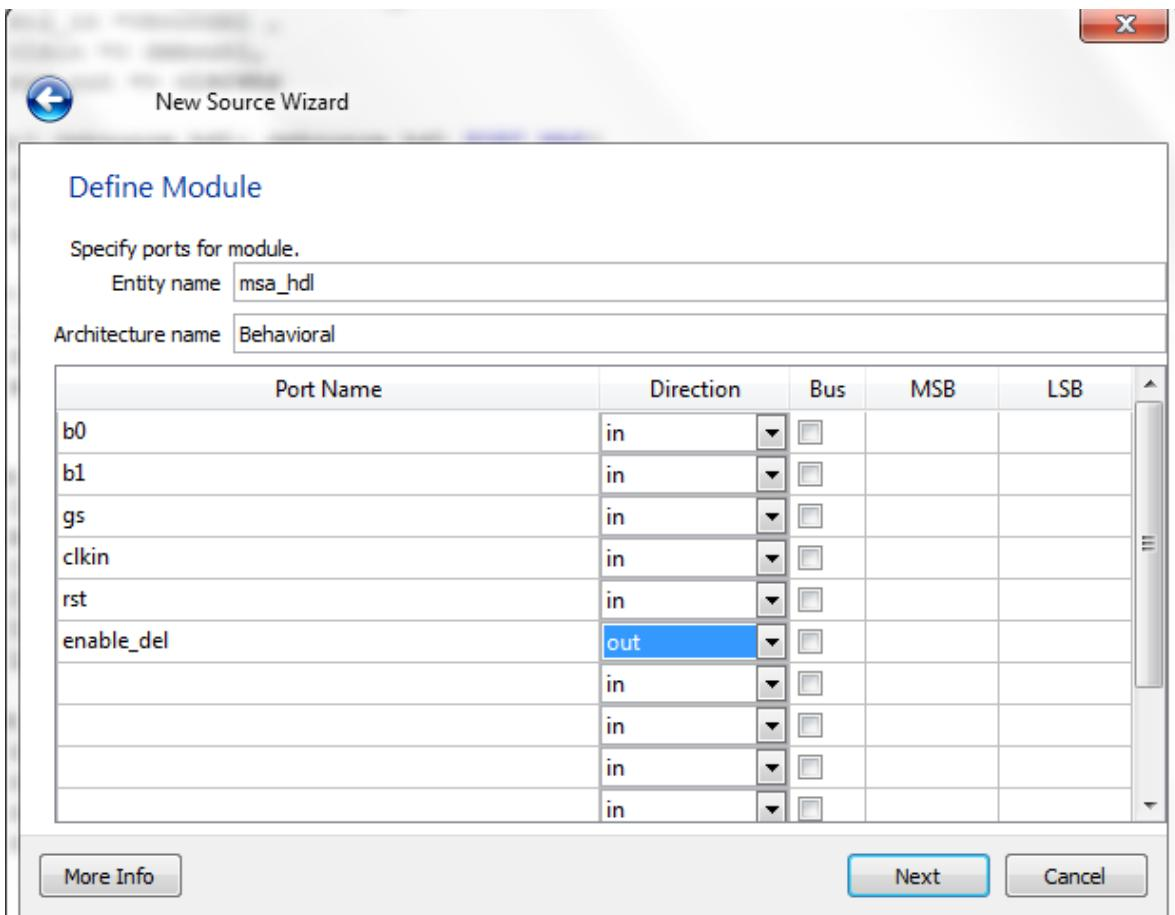

Figure 43. La boîte de dialogue Define Module pour entrer les ports d'entrées/sorties du module msa_hdl.
10. Créez cinq ports d'entrées **b0**, **b1**, **gs**, **clkin** et **rst**, et un port de sortie **enable_del** comme illustré à la Figure 43.